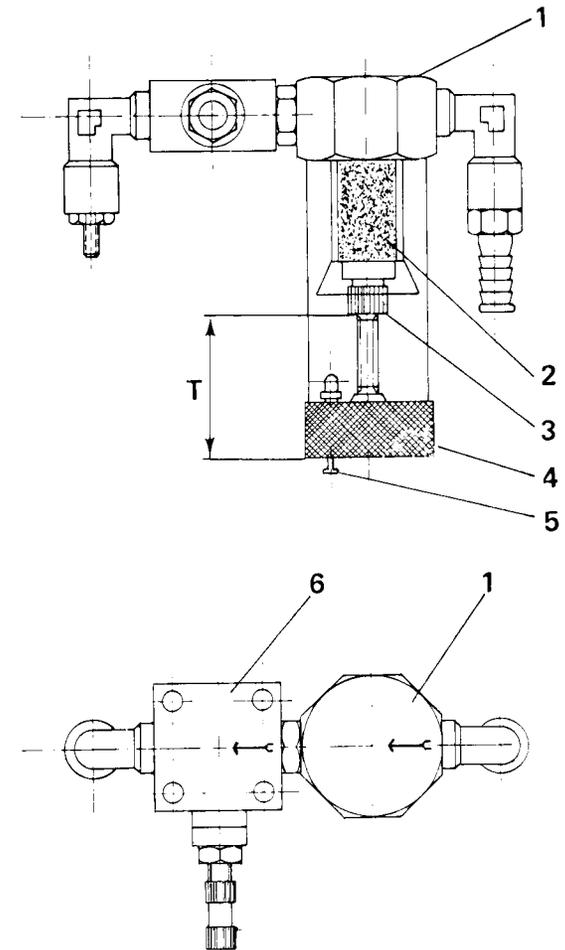

Fig. 1
5.1 – Gruppo filtro con dosatore di portata dell'aria (Fig. 1)